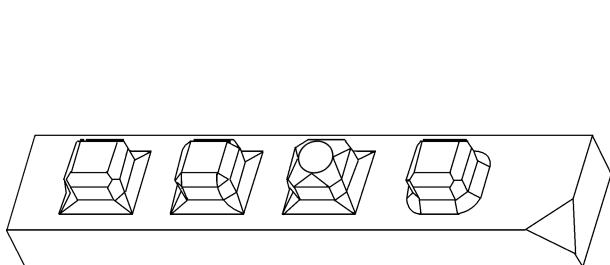

图 7-129 倒角模型
(3) 打开“\习题\第7章\ xiti7-2-3.prt”，根据所给模型创建如图 7-129 所示的倒角特征。其中倒角都是 10×10 ，拐角倒角为 $40 \times 40 \times 40$ 。